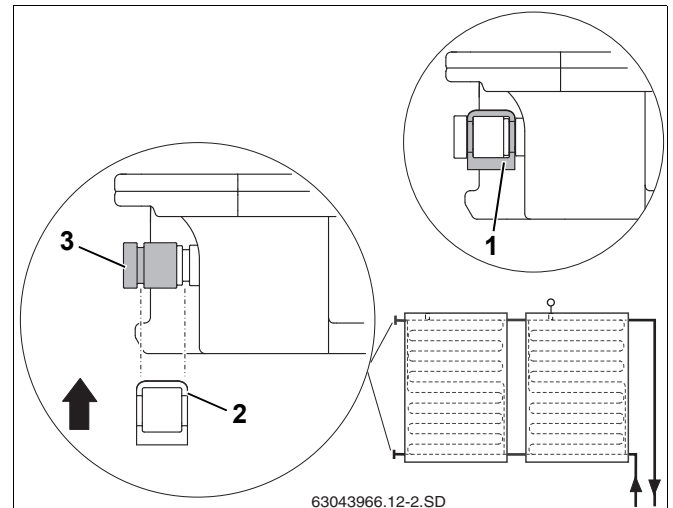

Рис. 20 Фиксация торцевой крышки зажимом
- ▶ Наденьте торцевую крышку с кольцом (рис. 20, **поз. 3**) на штуцер коллектора.
- ▶ Установите зажим (рис. 20, **поз. 2**) для фиксации торцевой крышки на штуцере коллектора.
- ▶ Каждую торцевую крышку закрепите зажимом (рис. 20, **поз. 1**).